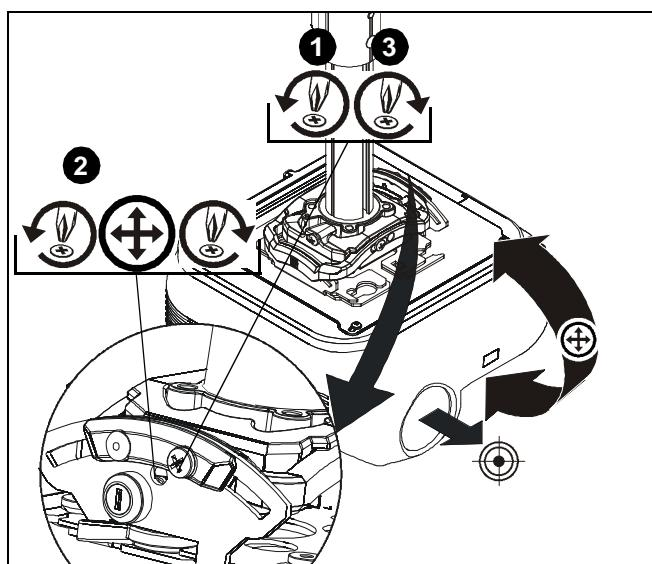

Figure 18
- Desserrez la vis de blocage du réglage de l'inclinaison à l'aide d'un tournevis Phillips 2. (Voir la Figure 18)
- Tournez la vis de réglage micrométrique de l'inclinaison vers la droite ou la gauche à l'aide d'un tournevis Phillips 2 jusqu'à ce que l'image soit correctement alignée sur la cible. (Voir la Figure 18)
- Resserrez la vis de blocage du réglage de l'inclinaison à l'aide d'un tournevis Phillips 2. (Voir la Figure 18)